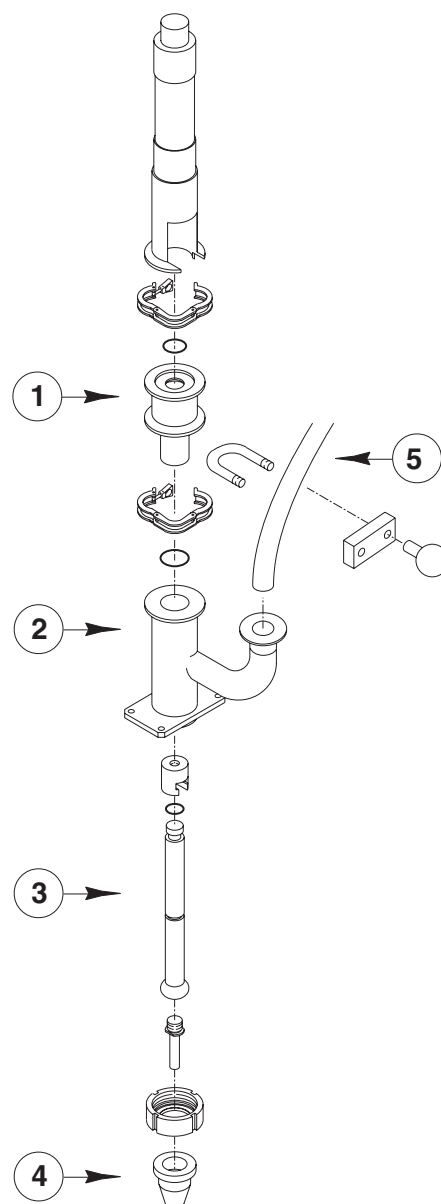

Fig. 7.2b
- Parte superior cilindro (*Pos.1, Fig.7.2b*)
- Cuerpo dosificador (*Pos.2, Fig.7.2b*)
- Pistón (*Pos.3, Fig.7.2b*)
- Inyector (*Pos.4, Fig.7.2b*)
- Tubos de conexión (*Pos.5, Fig.7.2b*)